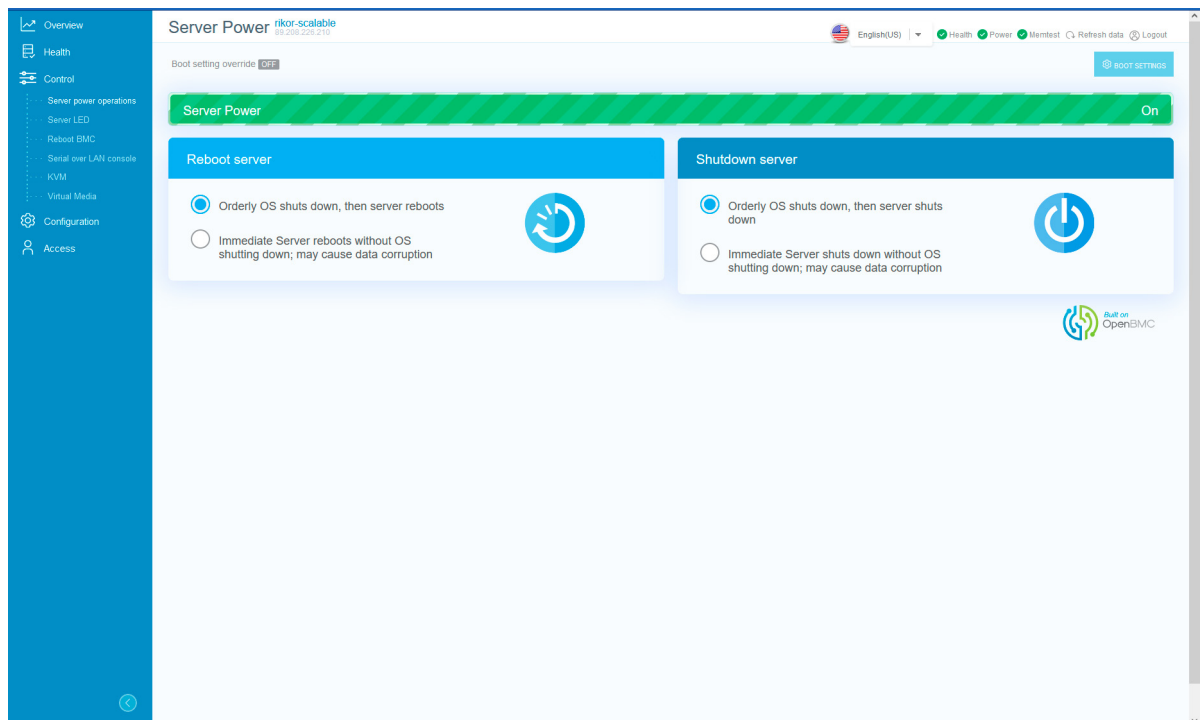

Рис. 82. Окно «Server power operations»
- 2) Пройдите во вкладку «Control» → «Server power operations» в данной вкладке осуществляется управление сервером. В поле «Server Power» показано состояние сервера «On» или «Off». В поле «Power on server» при нажатии на кнопку осуществляется включение и выключение сервера. Окно показано на рис. 82 Окно «Server power operations»